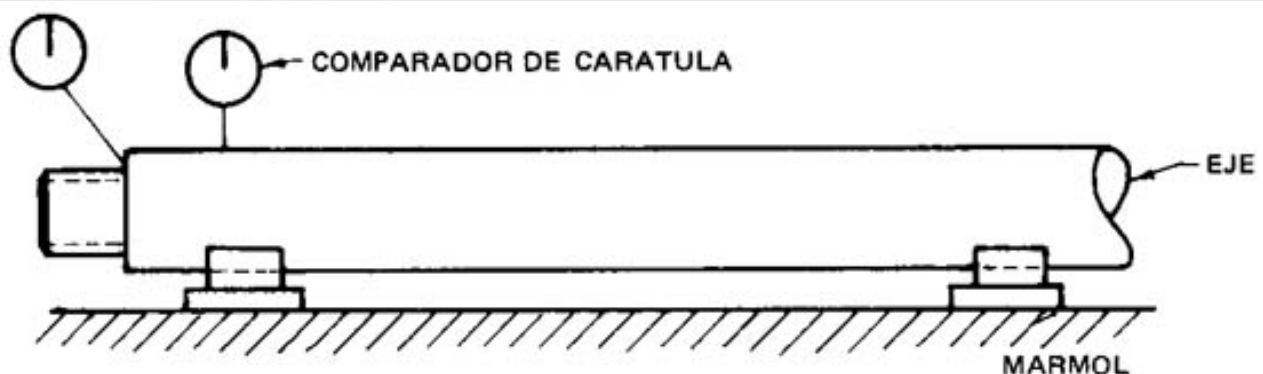

Figura 35
2. Paso: Asegúrese que el eje quede bien alineado axial y radialmente (Figura 35) y sin ralladuras en la camisa. En las bombas centrífugas el eje no debe tener una excentricidad mayor a 0.003".